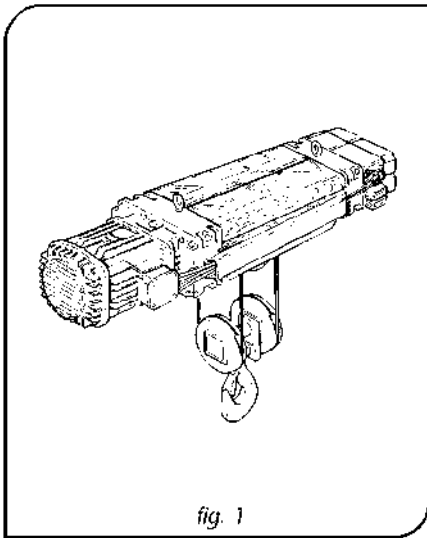

fig. 1
- W ustalonej pozycji działania: (rys.1)